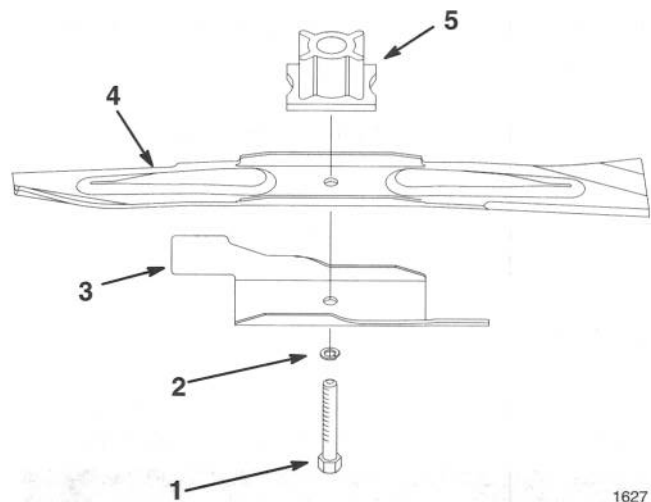

Figure 26
5. **DÉPOSE DE LA LAME**—saisir l'extrémité de la lame avec un chiffon ou un gant épais. Retirer le boulon de lame, la rondelle frein, l'accélérateur de lame, la lame et le support de lame (Fig. 26).